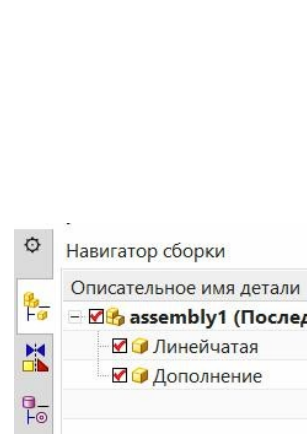

рис.4
- Мы уже упомянули **навигатор сборки**. Напомним, что это самая верхняя пиктограмма в *панели ресурсов* (рис.4). Несколько позже, в отдельном параграфе, мы подробно поговорим о *навигаторе сборки*. Но уже сейчас довольно часто мы вынуждены упоминать этот инструмент сборки.